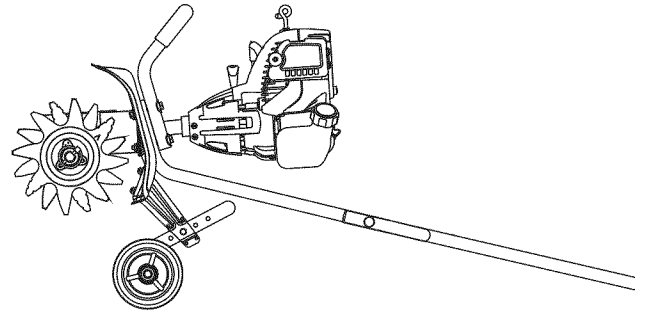

Fig. 11
2. **Coloque la unidad sobre una superficie plana** con las manijas tocando el suelo de manera que el motor quede nivelado (Fig. 11).